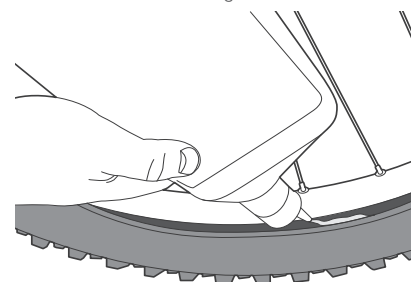

Figura 20. Versare il sigillante nella sezione aperta dello pneumatico.
3. Versare il sigillante nella sezione aperta dello pneumatico (Figura 20). Controllare la quantità corretta sulla confezione del sigillante.